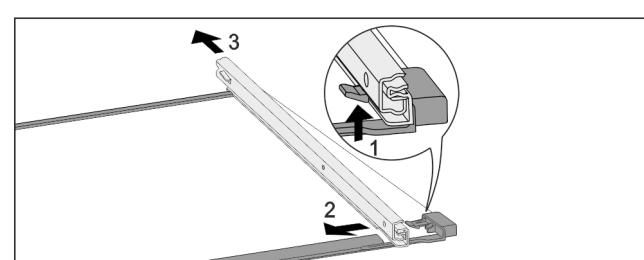

Fig. 174 Steklena plošča z vodili
- Sprednji zaskočni kaveljček potisnite navzgor. Fig. 174 (1)
- Izvlečno vodilo potisnite Fig. 174 (2) na stran Fig. 174 (3) in nazaj.